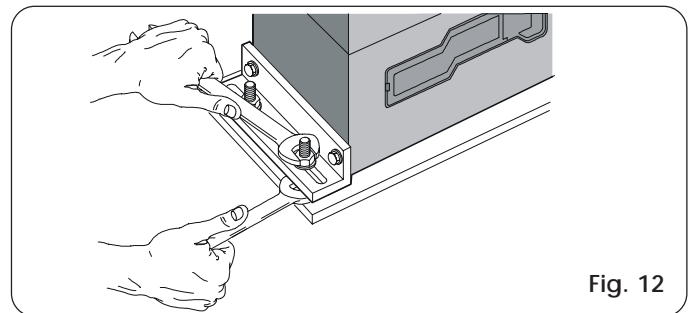

Fig. 12
- 5) Fissare il motoriduttore sulla piastra di fondazione stringendo i dadi come da Fig. 12.